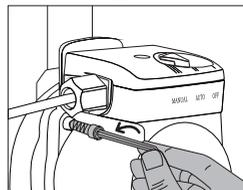

Fig. 15
2. Retire os parafusos de fixação do motor da bomba [Fig. 15].